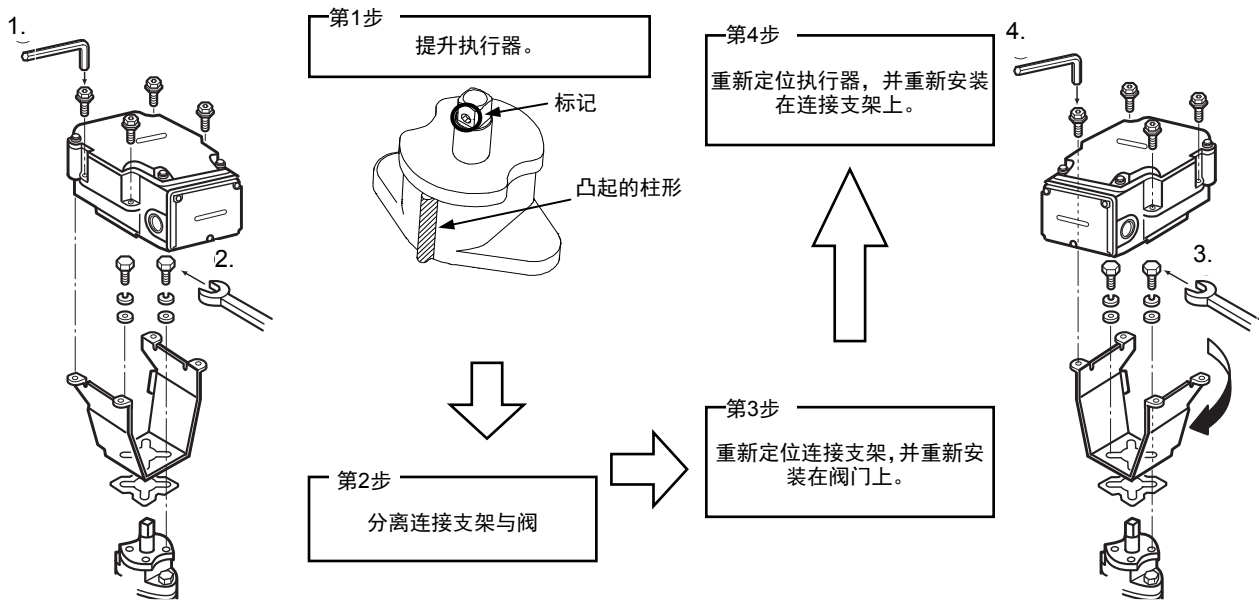

图6 改变执行器的连接位置
- 2) 拆下连接执行器以及连接支架的螺钉。提升执行器, 使其与连接支架分离。确保阀杆上的标志朝向位置(与阀盖面上的凸起柱形具有相同方向)垂直于管道。<图6中的第1步>
- 3) 拆下连接支架以及阀体的螺钉。<图6中的第2步>
- 4) 将连接支架的方向更改为所需方向。执行器每次可水平旋转90度, 以便符合阀门的安装位置(与出厂的设置位置成0°/90°/180°/270°角)。<图6中的第3步>
- 7) 将执行器安装到连接支架上(方向已更改)。<图6中的第4步>